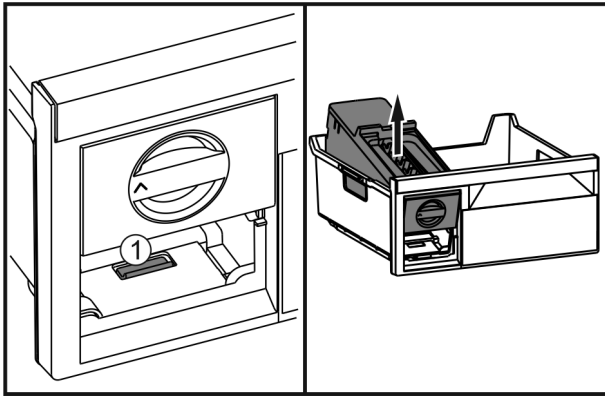

Fig. 59
- ▶ Lip Fig. 59 (1) indrukken, EasyTwist-Ice van achter optillen en uit de vrieslade nemen.